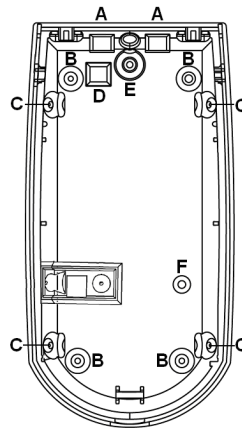
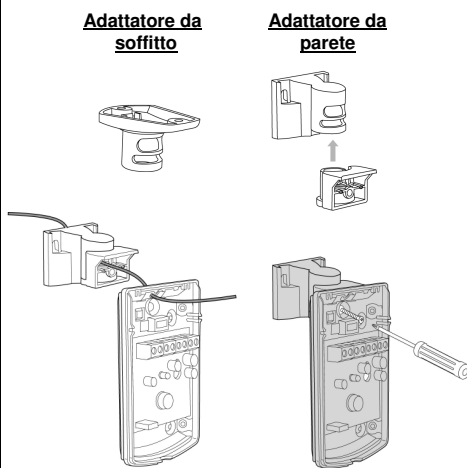

Fig.2
Fig.5
Selezionare la posizione più adatta a rilevare la presenza di un intruso. Fare riferimento al diagramma di copertura (Fig.5). Si tenga conto che il rilevatore è più sensibile al movimento trasversale nel suo campo di azione piuttosto che al movimento in senso radiale (in allontanamento o in avvicinamento).
Il rilevatore può essere montato su una superficie piana o ad angolo. Se è richiesto un particolare montaggio a muro o a soffitto, usare lo snodo opzionale QUIPBK (Fig. 5).
2. Rimuovere la scheda elettronica svitando la vite di fissaggio posizionata sulla scheda stessa (Fig.2-F).
3. Aprire i fori necessari per montaggio in piano (Fig.2-B) o per montaggio ad angolo (Fig.2-C).
4. Le impronte circolari e rettangolari sul fondo della base (Fig.2-A, Fig.2-D) sono i fori ciechi per l'ingresso dei cavi.
6. Per l'installazione dello snodo opzionale aprire il foro Fig.2-E per la vite dello snodo e montare l'adattatore a parete o a soffitto (Fig.5)